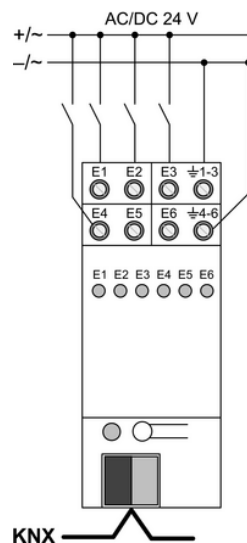

Bild 4: Anschlussbeispiel Binäreingang 24 V
- Gerät gemäß Anschlussbeispiel anschließen (Bild 4). Gemeinsames Bezugspotential für Eingänge **E1...E3** sowie **E4...E6**.